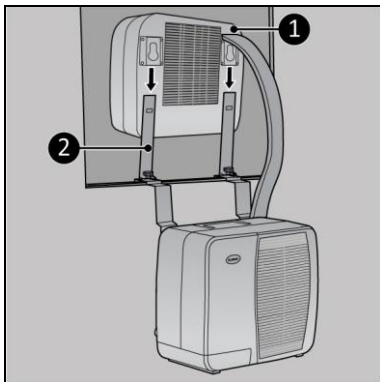

Figure 9
2. Faites glisser l'unité intérieure sur les supports (figure 9, pos. 2).